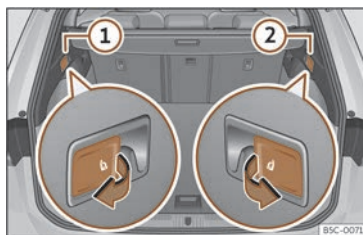

Fig. 103 Dans le coffre à bagages : leviers de déverrouillage du dossier arrière.
- Tirez le levier de déverrouillage à distance de la partie gauche >>> **fig. 103** ① ou droite ② du dossier dans le sens de la flèche. La partie débloquée du dossier arrière se rabat automatiquement vers l'avant.